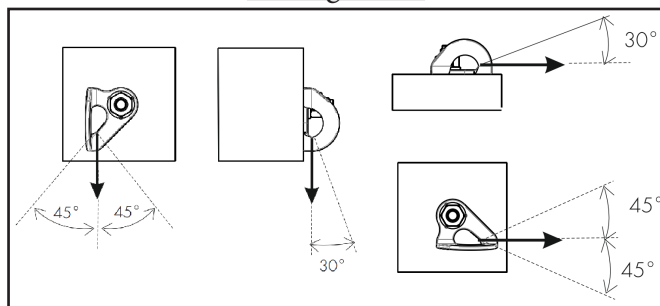

Fig. 5
9. La fuerza transmitida a la estructura es inferior a 12 kN. Para las posibles direcciones de la fuerza véase la Fig. 5.